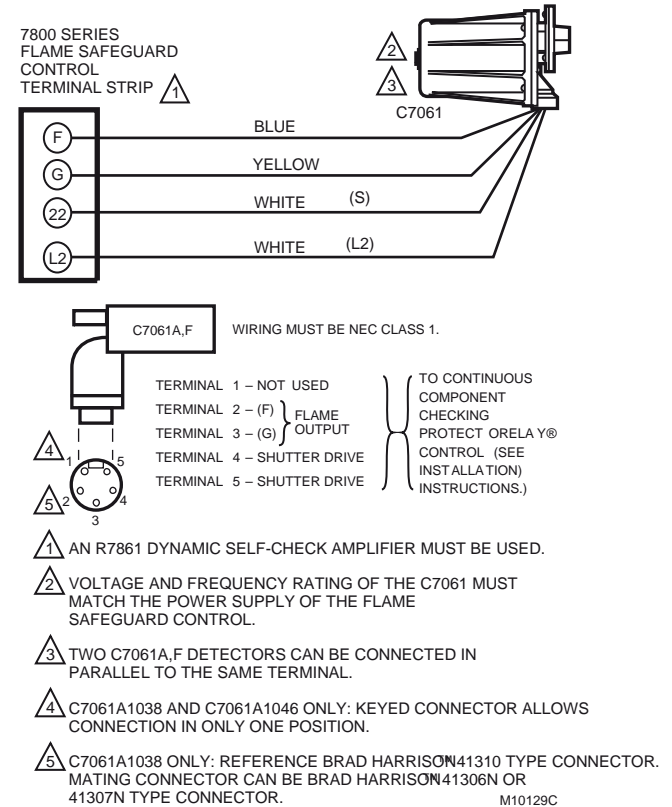

図10: C7061A/F火炎検出器を、シャッター駆動回路を搭載した7800シリーズの燃焼安全制御器で使用する場合の配線図
配線 (図10)
- 配線接続については、図10を参照してください。